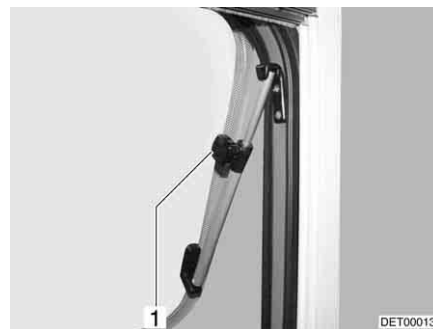

Fig. 48 Fenêtre projetante avec bras pivotants, ouverte
- Ouvrir la fenêtre projetante jusqu'à la position voulue et la bloquer avec la molette (Fig. 48,1).
- Tourner la molette (Fig. 48,1) jusqu'à ce que le dispositif de blocage soit libéré.